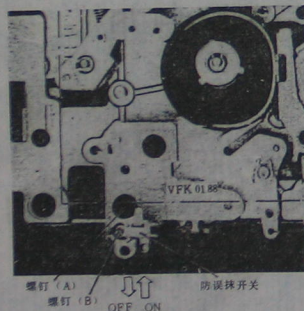

图 1-16 防误抹开关调整
2) 参看图 1-16, 稍微拧松两个螺钉 (A) 和 (B), 并放上盒式磁带夹具 VFK0188。
4) 逆时针方向转动防误抹开关基座。然后, 顺时针缓慢地反向转动, 直至开关接通 (示波器显示由高电平变为低电平)。最后, 拧紧螺钉 (A) 和 (B)。